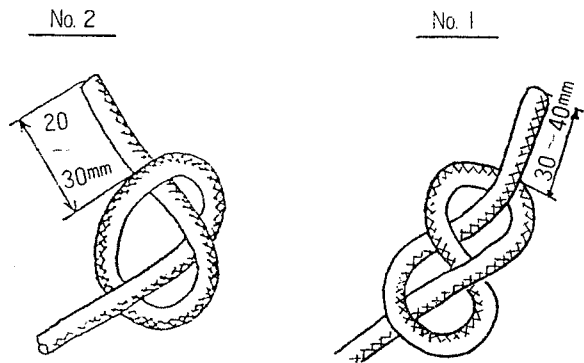

Fig 10-4
- (1) 最初にスタータロープを始動ノブに通して Fig 10-4の様に結んで下さい。